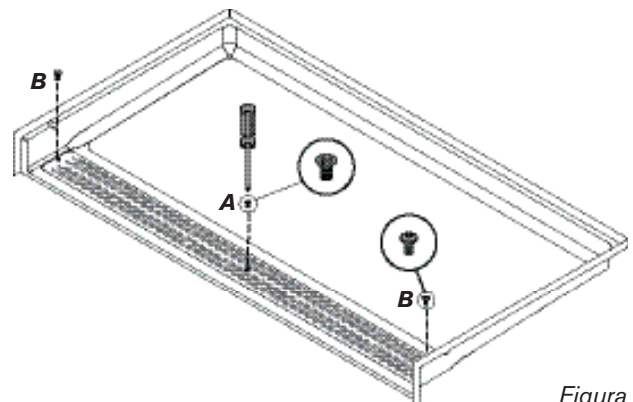

Figura 13
Cuando todos los orificios de montaje estén alineados, instale el tornillo de cabeza plana en el orificio central (A). **No lo ajuste.** Luego instale los dos tornillos de cabeza chanfleada en cada uno de los orificios de montaje de los extremos (B). No lo ajuste. Cuando todos los tornillos estén en su lugar, ajuste primero el tornillo del centro, luego los tornillos en los orificios de los extremos. (Figura 13)